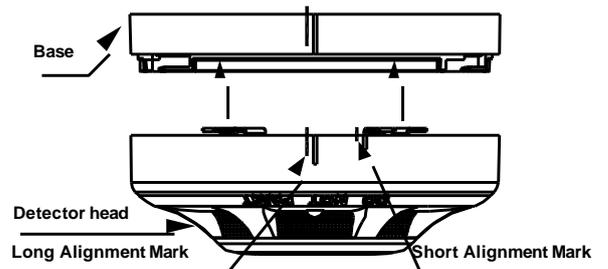

Рис. 2 - Установка извещателя в контактную базу
2. Совместите метку установки на корпусе извещателя с короткой меткой на основании (см. Рис. 2)